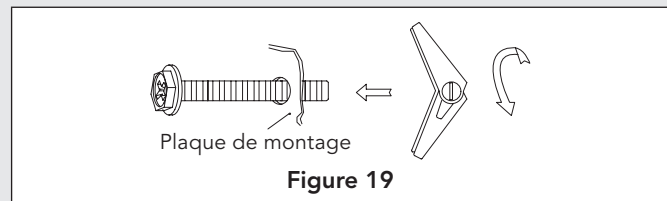

Figure 19
1. Insérez les boulons à travers la plaque de montage aux emplacements déterminés et ajoutez les ailettes à ressort. Voir la Figure 19.